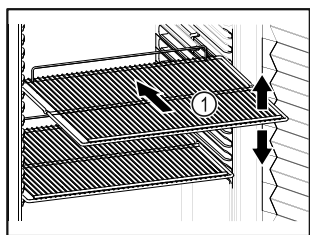

Fig. 80 Beispielhafte Darstellung
- ❑ Wenn Ablageflächen Fig. 80 (1) versetzbar sind, Ablageflächen je nach Höhe anpassen.